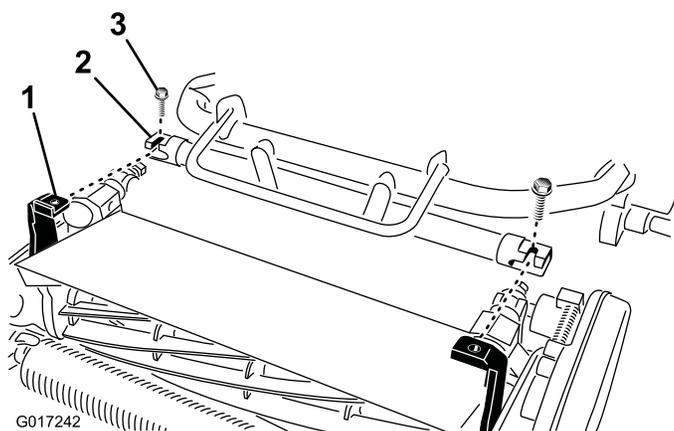

Figura 6
4. Manobre a estrutura da unidade de tracção (Figura 6) para a frente até engatar nos braços articulados da unidade de corte.
5. Fixe a estrutura da unidade de tracção aos braços articulados da unidade de corte com 2 parafusos 3/8 x 3/4 pol. (Figura 6)